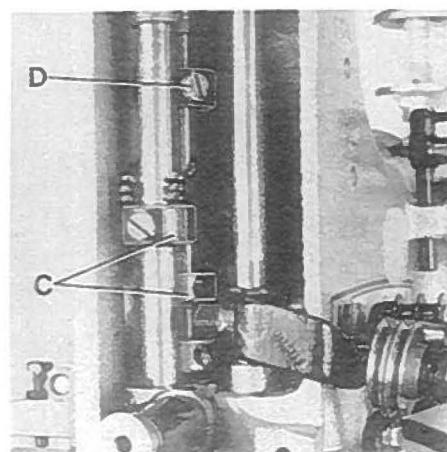

Fig.25
By relocating the collars (C, Fig. 25) which serve as a leaf spring rest, on the left and right presser bar, the pressure can be changed. Raising the collars increases the pressure, lowering the collars decreases it.
The presser foot lift is limited with the upper stop collar (D, Fig. 25) on the right presser bar. When the needles are in their lowest position and the presser foot is lifted with the presser foot lifter lever, the needle holder should not contact the presser foot. Besides this, the lifted presser foot should not contact the right upper spreader moving upwards. Set the stop collar (D) accordingly.
Durch Verstellen der als Blattfederauflage dienenden Stellringe (C, Fig. 25) auf der linken und rechten Drückerfußstange, kann der Druck verändert werden. Verstellen der Stellringe nach oben verstärkt, verstellen nach unten verringert den Druck.
Der Hub des Drückerfußes wird mit dem Anschlag-Stellring (D, Fig. 25) oben auf der rechten Drückerfußstange begrenzt. Wenn die Nadeln in der untersten Stellung sind und der Drückerfuß mit dem Drückerfuß-Lifterhebel angehoben wird, darf der Nadelhalter den Drückerfuß nicht berühren. Zudem darf der geliftet Drückerfuß den nach oben gehenden rechten oberen Blindgreifer nicht berühren. Stellen Sie den Anschlag-Stellring (D) entsprechend ein.